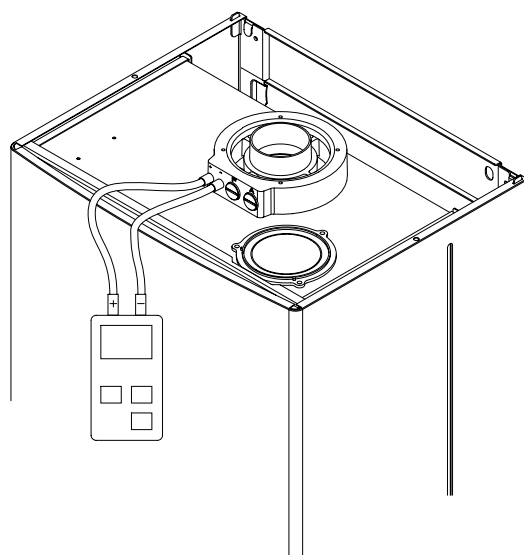

Fig. 16
3.5 PRESOSTATO DE HUMOS "25 - 30 - 35 BF TS" (fig. 16)
El valor de señal al presóstato se mide con un manómetro diferencial conectado como se indica en la fig 16.